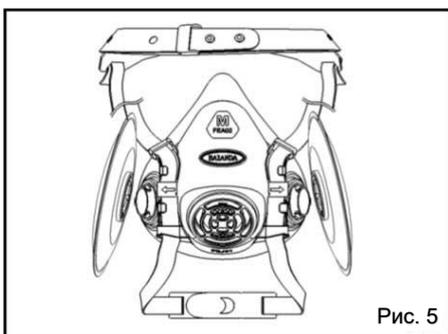

Рис. 5
1. Выровняйте отверстие фильтра на полумаске. (Рис. 5).